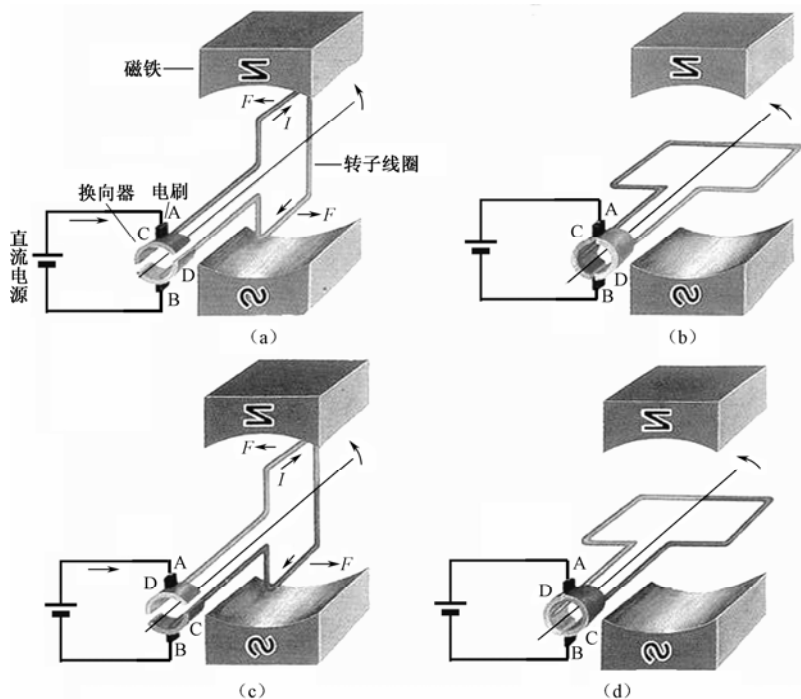

图 8-14 直流电动机结构与工作原理
直流电动机是根据通电导体在磁场中受力旋转来工作的。直流电动机结构与工作原理如图 8-14 所示。从图中可看出, 直流电动机主要由磁铁、转子线圈 (又称电枢绕组)、电刷和换
(1) 当转子线圈处于如图 8-14 (a) 所示的位置时，流过转子线圈的电流方向是电源正极→电刷 A→换向器 C→转子线圈→换向器 D→电刷 B→电源负极。根据左手定则可知，转子线圈上导线受到的作用力方向为左，下导线受力方向为右，于是转子线圈按逆时针方向旋转。
(2) 当转子线圈转至图 8-14 (b) 所示的位置时，电刷 A 与换向器 C 脱离断开，电刷 B 与换向器 D 也断开，转子线圈无电流通过，不受磁场作用力，但由于惯性作用，转子线圈会继续逆时针旋转。
(3) 在转子线圈由图 8-14 (b) 位置旋转到图 8-14 (c) 位置期间，电刷 A 与换向器 D 接触，电刷 B 与换向器 C 接触，流过转子线圈的电流方向是电源正极→电刷 A→换向器 D→转子线圈→换向器 C→电刷 B→电源负极。转子线圈上导线（即原下导线）受到的作用力方向为左，下导线（即原上导线）受力方向为右，转子线圈按逆时针方向继续旋转。
(4) 当转子线圈转至图 8-14 (d) 所示的位置时，电刷 A 与换向器 D 脱离断开，电刷 B 与换向器 C 断开，转子线圈无电流通过，不受磁场作用力，由于惯性作用，转子线圈会继续逆时针旋转。